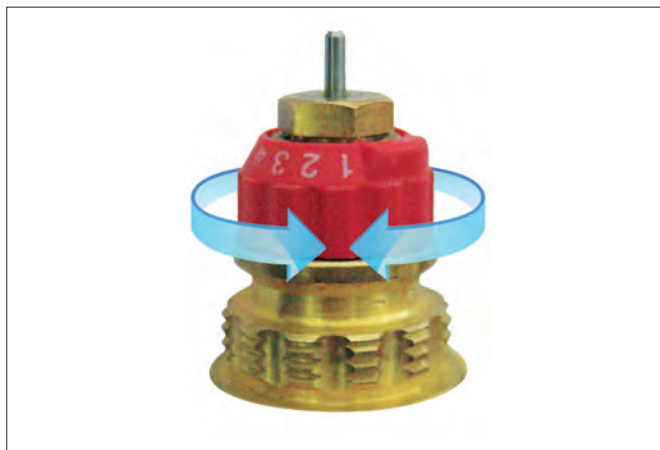

Рис. 30. Монтажная настройка клапана терморегулятора
- повернуть красную коронку устройства предварительной настройки до совмещения необходимого цифрового индекса на ней с меткой на корпусе клапана (рис. 30). Значение индекса настройки для каждого клапана должно быть отражено в проектной документации;